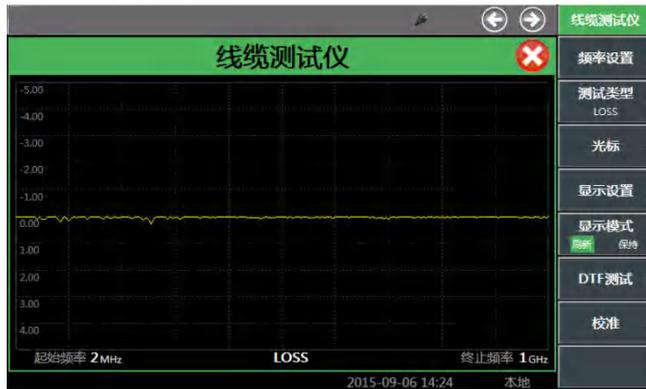

图 4-17 电缆损耗测试界面
按屏幕下方【全屏】硬键可最大化显示如图 4-17 所示：
- 调用菜单：点击触摸屏，选中线缆测试为当前活动窗口，相应菜单会在窗口右侧显示，如图 4-17 所示。